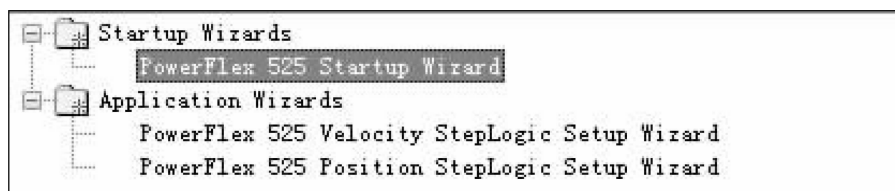
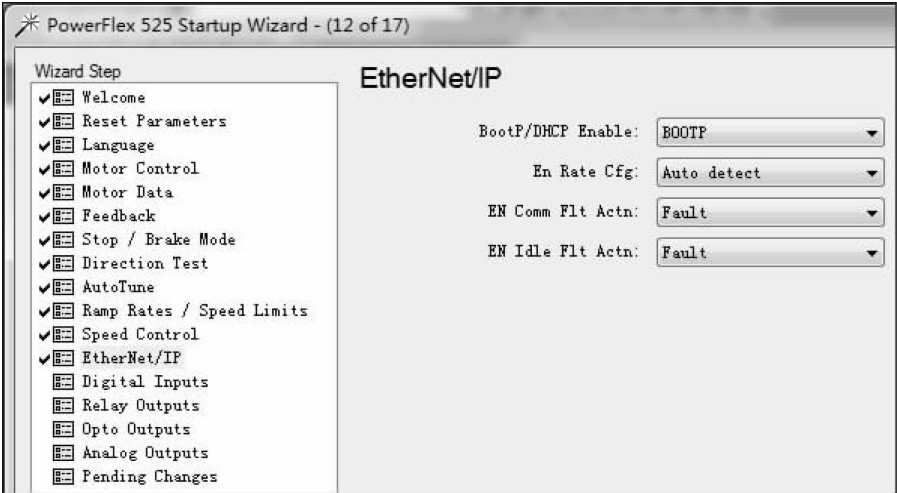

图 10-6 选择启动向导
图 10-7 变频器参数设置界面
3) 点击 “Wizards” (向导) 选项会弹出图 10-6 所示对话框，选择 “PowerFlex 525 Startup Wizard” (PowerFlex 525 启动向导)，点击 “Select” (选择) 即可进入图 10-7 所示界面。在启动向导界面中按照其向导步骤可对变频器进行各种参数设置，参数设置要符合实际要求。